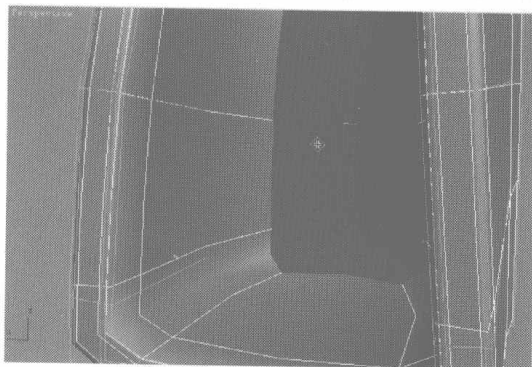
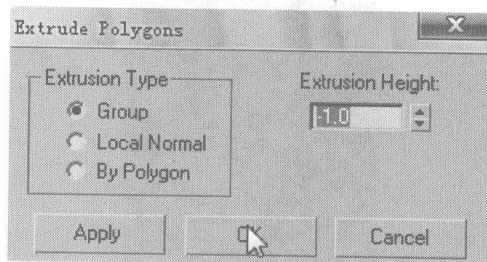
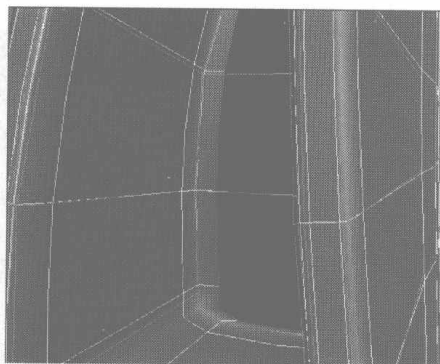

图 5.236
图 5.237
图 5.238
- 19 选择如图 5.236 所示的面，单击 **Extrude** 右边的小按钮，在弹出的对话框中设置如图 5.237 所示参数，模型显示如图 5.238 所示。